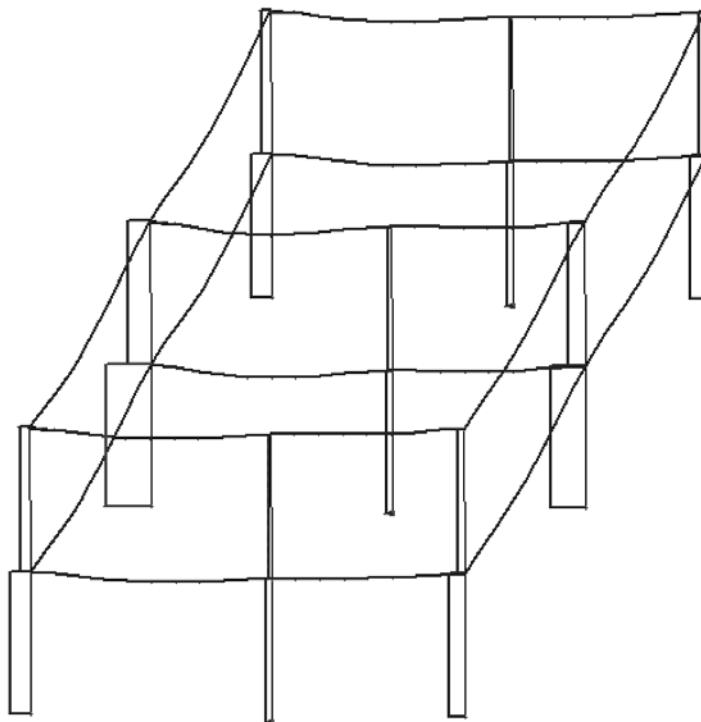

Рис.4.27. Эпюры продольных сил N
- Для вывода эпюры N (рис. 4.27), выполните пункт меню Усилия ⇒ Эпюры ⇒ Эпюры продольных сил (N) (кнопка на панели инструментов).